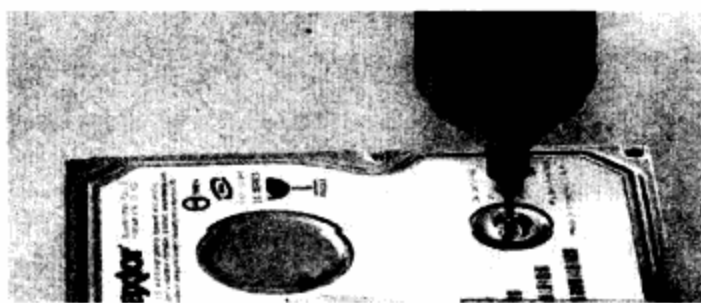

图7-9 拆硬盘外壳上的螺丝
**步骤 03** 拆掉硬盘外壳上的所有螺丝，并将螺丝保存好。如图7-9所示。